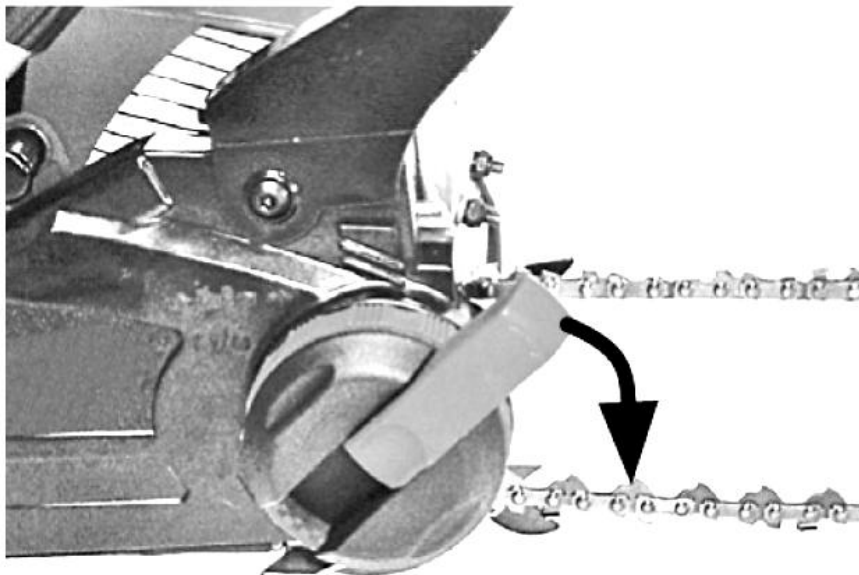

Рис. 7
9. Выдвиньте зажимной рычаг и слегка зажмите шину, до момента чтобы шина и цепь не болтались, но оставалась некоторая свобода для регулировки натяжения цепи (см. Рис. 7).